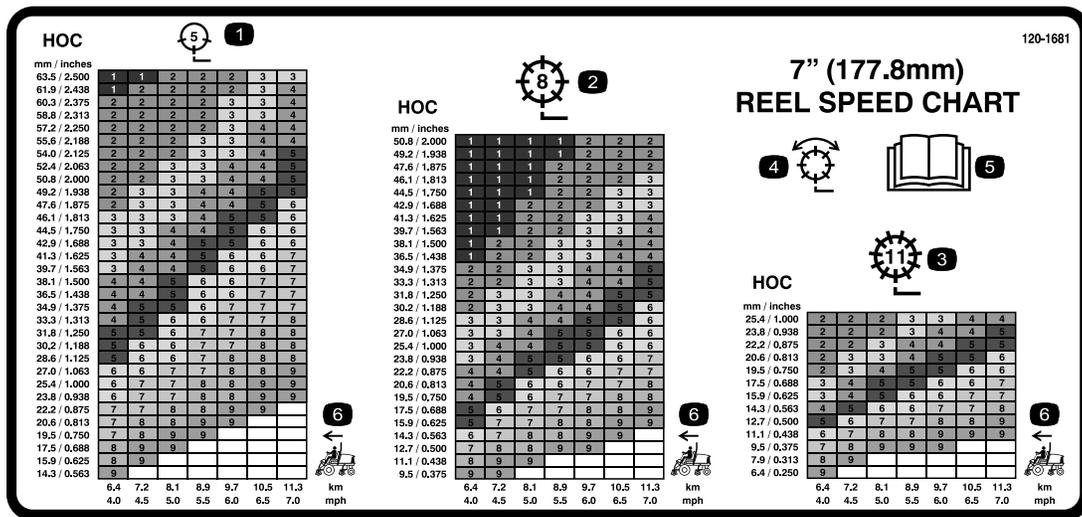

Figura 39
3. Usando el gráfico apropiado de la pegatina (Figura 39), determine el ajuste correcto para la velocidad de los molinetes.